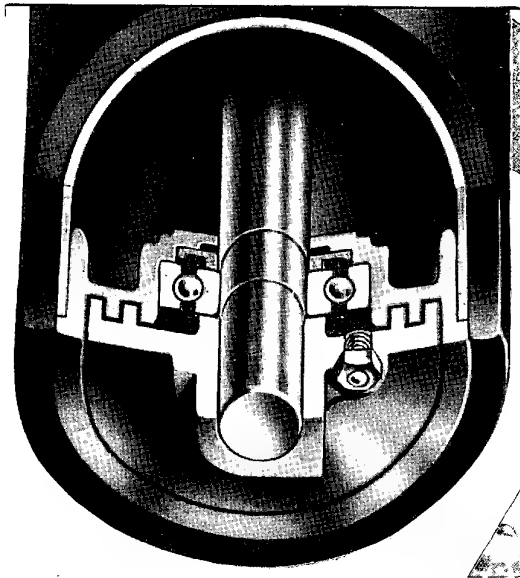
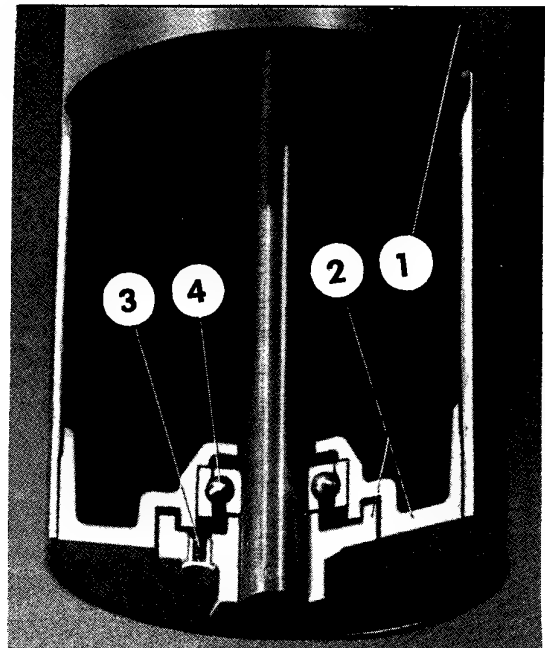

Bild 206: Tragrollenlagerung der A.-G. für Bergwerksbedarf
Bild 207: Tragrollenlagerung der Westfälischen Maschinenbau-Gesellschaft.
Die Aktiengesellschaft für Bergwerksbedarf, Wuppertal-Elberfeld, bildet die Lagerung durch hochdruckgeschmierte Präzisions-Kugellager mit Labyrinthabdichtung aus. Die Rollen bestehen aus Siedestahlrohr und in der Spezialanfertigung haben sie eine vulkanisierte Gummibandage (Bild 206). Das Lager der Westfälischen Maschinenbau-Gesellschaft, Unna, hat ein nahtloses Rohr (1) (siehe Bild 207) mit Rollenboden und -deckel aus Aluminium-Präzisionsguss (2), Schmier-nippel für Preßschmierung (3) und Präzisions-Kugellager (4). Man erkennt, dass konstruktiv praktisch kein Unterschied besteht. Beide Firmen bauen noch andere Lager mit Dauerschmierung. Die Schmierungsart richtet sich nach dem Verwendungszweck der Transportanlage.